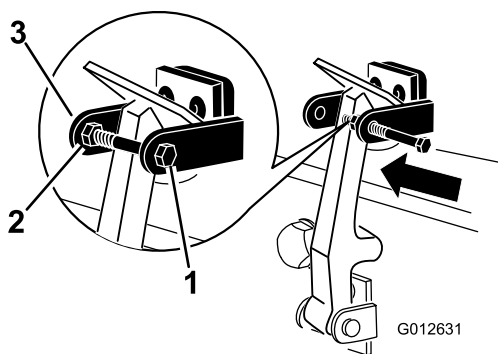

Figure 18
7. Vissez le boulon dans l'autre bras du support du loquet pour bloquer le loquet en position (Figure 18).